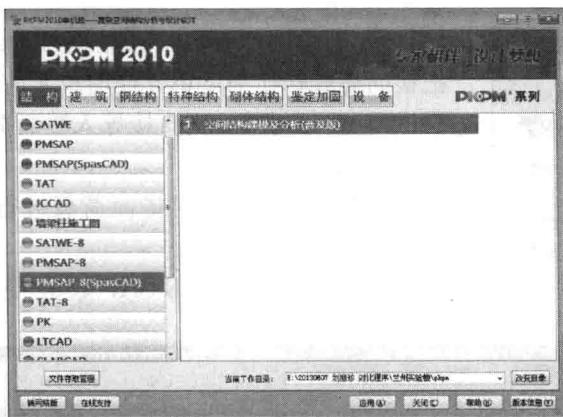

图 1.1.1 打开 PMSAP
(1) PMSAP-8 (SpasCAD)→空间结构建模及分析（普及版）（见图 1.1.1）